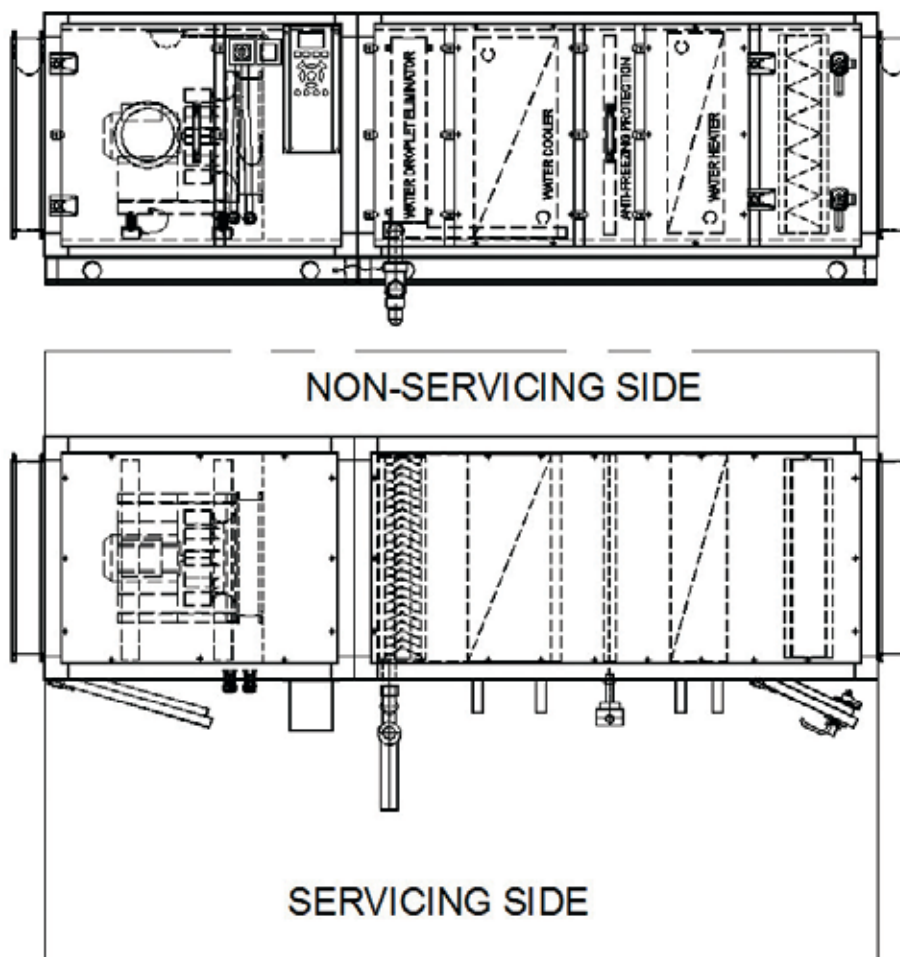

Рис. 9
- Для удобства сборки на необслуживаемой стороне системы также необходимо предусмотреть свободное пространство минимальной шириной 0,5 м (рис. 9).